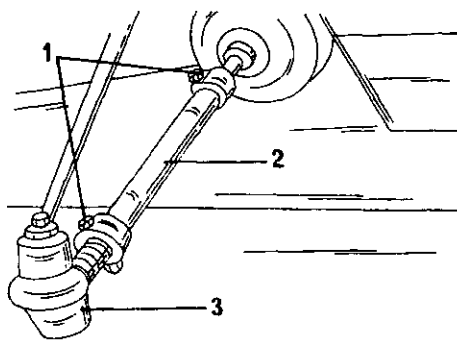

Рис. 210. Регулировка схождения
- Если это не так, ослабить контргайки на обеих рулевых тягах у наружных шаровых шарниров и изменить длину рулевых тяг на одинаковое значение. Изменение длины производится малыми порциями и каждый раз измерять схождение. Следует учитывать, что видимый участок резьбы между рулевым наконечником и гайкой с обеих сторон должен быть одинаковым с точностью примерно 2,0 мм (рисунок 210).
- Отвернуть накидную гайку напорного трубопровода (1) на рисунке 204 и вытащить шланг из штуцера. Подставить плоский сосуд под механизм рулевого управления.